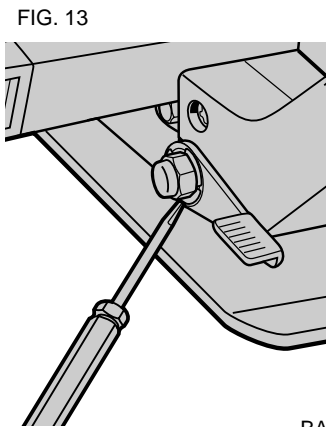

FIG. 13
2. Au moyen d'un petit tournevis, soulever la bague de blocage, comme le montre la figure 13.